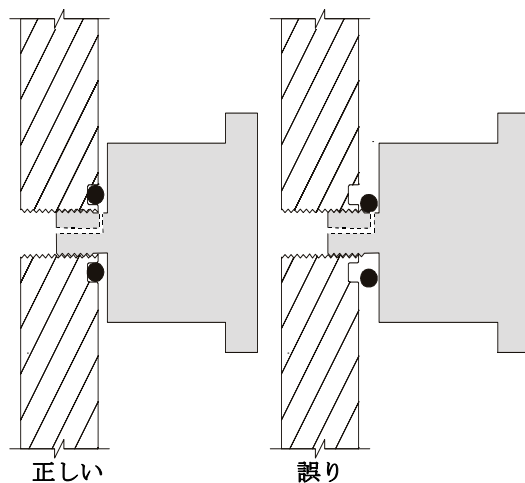

図 15 MS ベントバルブつまみ
- 9 ベントバルブつまみ (図 15) を「3/4 回転だけ」、あるいは空気がアナライザ内に流入するシューという音が聞こえるまで、反時計回りに回してください。